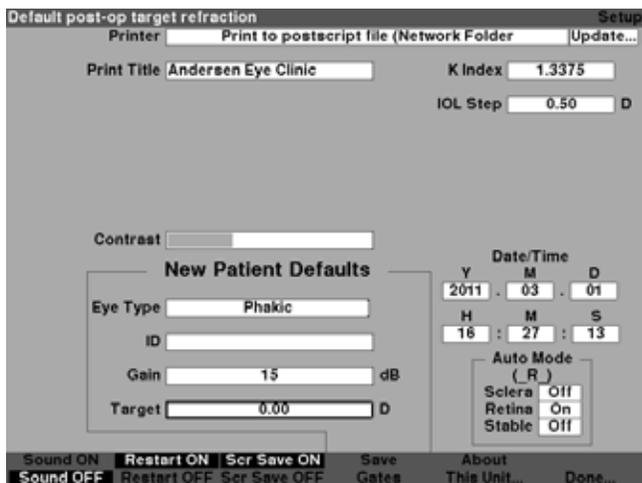

Figura 5-52 Campo de alvo selecionado
1. Dentro da tela de Configuração, gire o botão para selecionar o campo de Alvo dos padrões de paciente novo, indicado pela borda sólida em preto conforme mostrado na Figura 5-52.